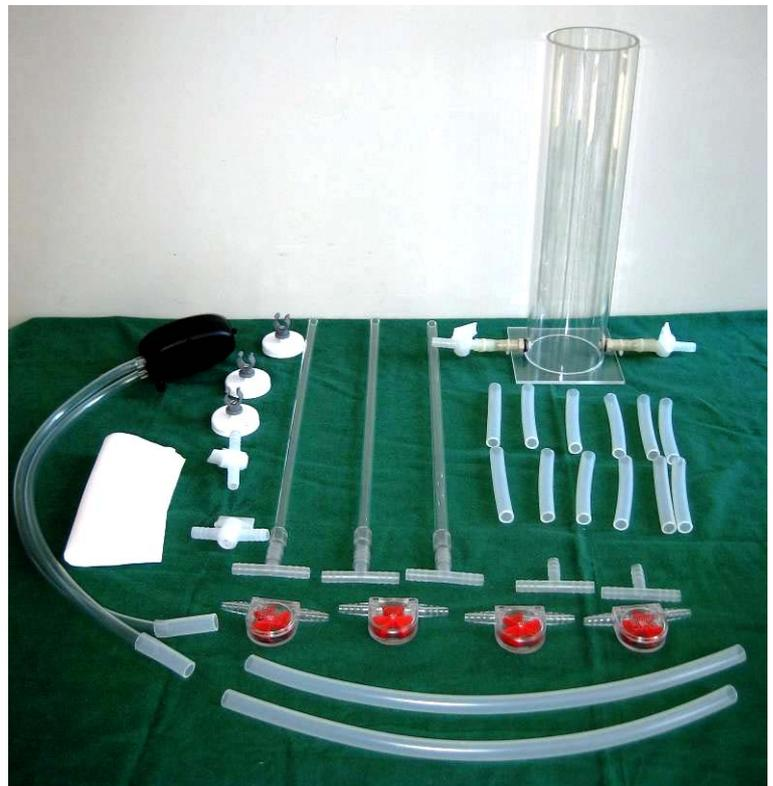

Abb. 1: Die Bauteile der Schülerübungen
- Abbildung 1 zeigt die „Bauteile“ der Schülerübungen, die sich in der Aufbewahrungsbox befinden.